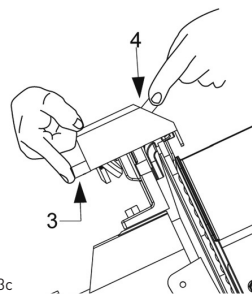

Fig. 3c
- Premere contemporaneamente due pulsanti (pos. 3 e 4, Fig. 3c) per 3-4 secondi, poi rilasciare contemporaneamente.